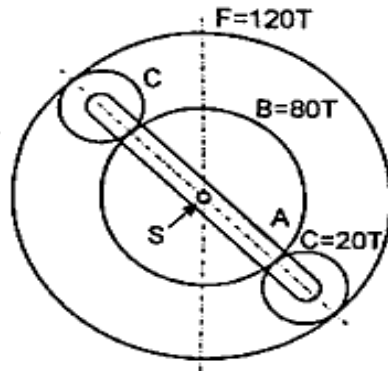

Fig.2 (चित्र 2)
- b) Fig:2, shows an epicyclic gear in which arm A is fixed to the shaft S, B is free to rotate on S and F is separately driven. A receives 7.5 kW at 200 rpm and F is driven in the same direction at 100 rpm. Determine the speed of B and the torque on its shaft.
Fig:2, एक एपिसाइकलिक गियर दिखाता है जिसमें A हाथ शाफ्ट S के लिए तय किया गया है, B, S पर घूमने के लिए स्वतंत्र है और F अलग से संचालित है। A 200 rpm पर 7.5 kW प्राप्त करता है और F उसी दिशा में 100 rpm पर संचालित होता है। B की गति और उसके शाफ्ट पर टॉर्क का निर्धारण करें।